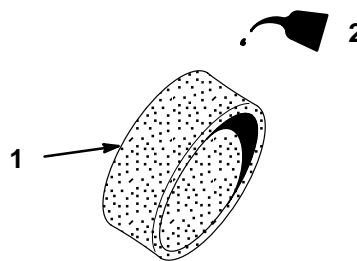

Abbildung 25
3. Das Schaumelement mit sauberem Motoröl tränken (Abb. 25), überschüssiges Öl herausdrücken, dann das Element in einen sauberen Lappen wickeln und so trocken wie möglich drücken. Darauf achten, daß das Element dabei nicht eingerissen wird.